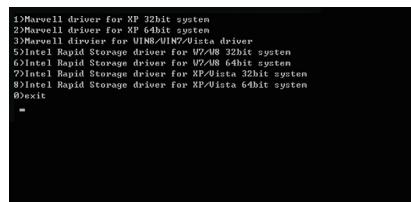

図2
- 3: 空のフォーマット済みディスクを挿入します(USBフロッピーディスクドライブを使用している場合、ドライブAとして指定されていることを確認してください)。メニューから対応する文字を押すことでコントローラドライバを選択し、<Enter>を押します。例えば、図2のようなコマンドプロンプトウィンドウが開きます。